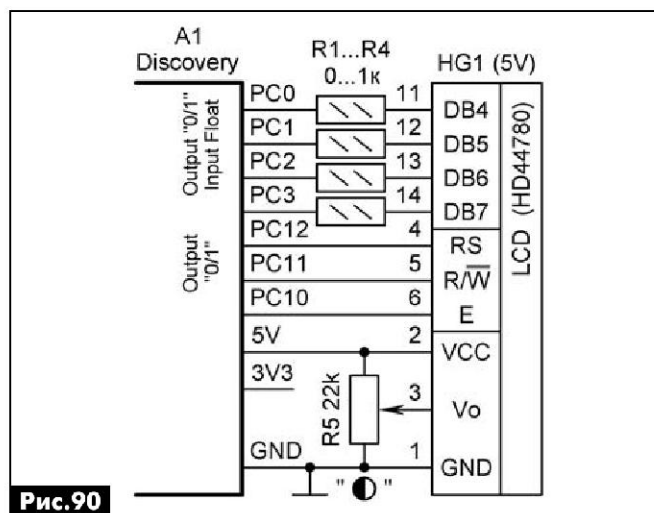

Рис.90
5) В левом нижнем окне «Project» открыть строку «example», выделить файл «GPIO_LCD1602.c» и двойным кликом мыши вывести его содержимое на экран. Теперь начинается самое интересное – детективный процесс восстановления электрической схемы по загадочным надписям в Си-файле. Результаты расшифровки «черного ящика» представлены в табл. 14 и на рис.90.